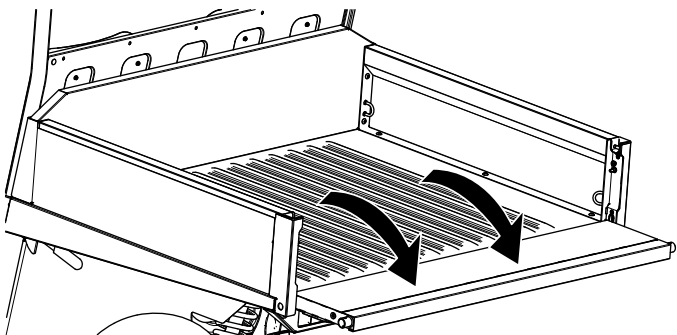

Figura 13
3. Baje el portón hasta que quede nivelado con la parte inferior de la plataforma de carga (Figura 13).